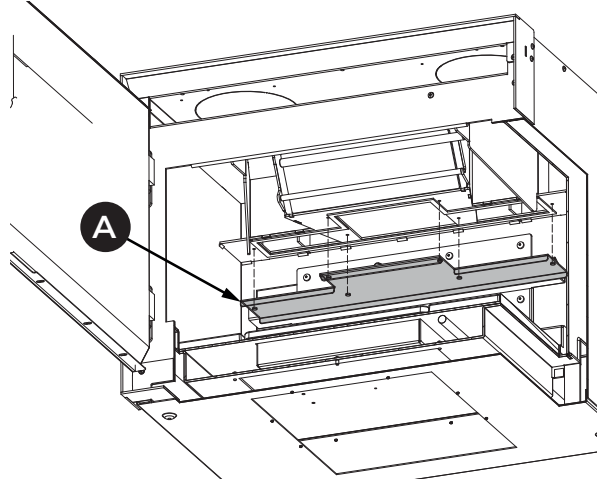

Fig. 10.4
Retirer le bouchon du collecteur de fumées (A) (Fig. 10.4).